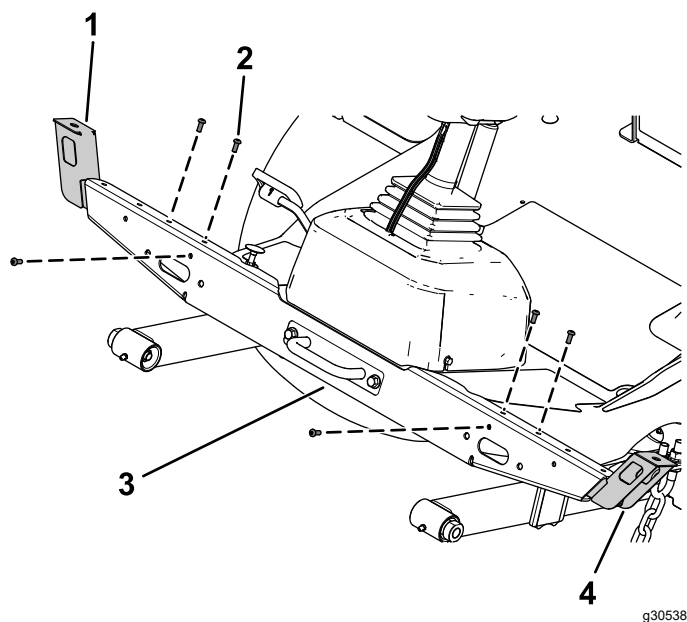

Figura 19
3. Prenda a montagem da luz esquerda e montagem da luz direita à montagem cruzada das luzes utilizando três parafusos de cabeça de tremço ($\frac{1}{4} \times \frac{5}{8}$ pol.) através das porcas de velocidade em cada lado (Figura 19).